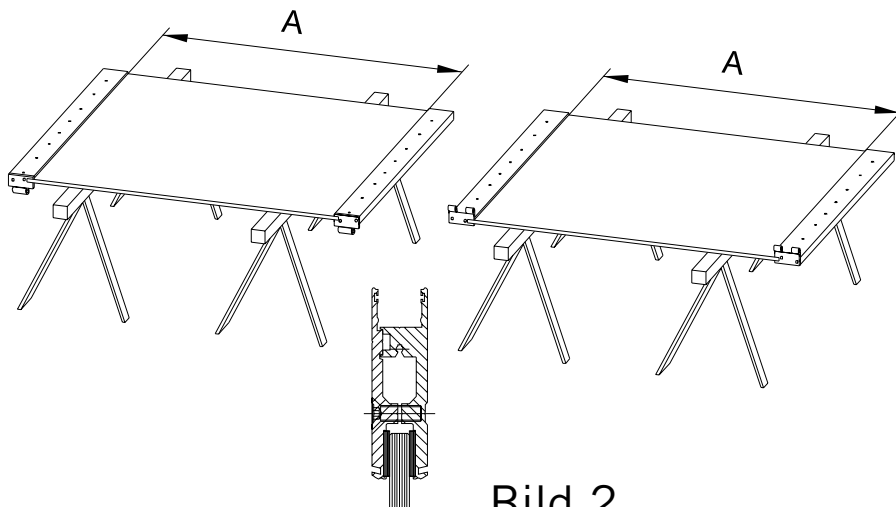

Bild 2
2. Montage der Türschiene mit Faltsband am Glasflügel (Bild 2):